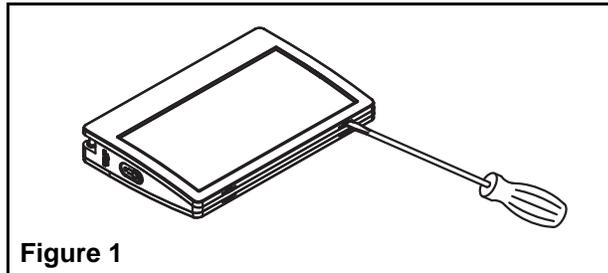

Figure 1
2. Using a flat head screwdriver, insert the blade into the two slots and pry off the front cover (see figure 1).
2. Prenez un tournevis à tête plate, insérez la lame dans les deux encoches et ouvrez le couvercle avant (voir figure 1).